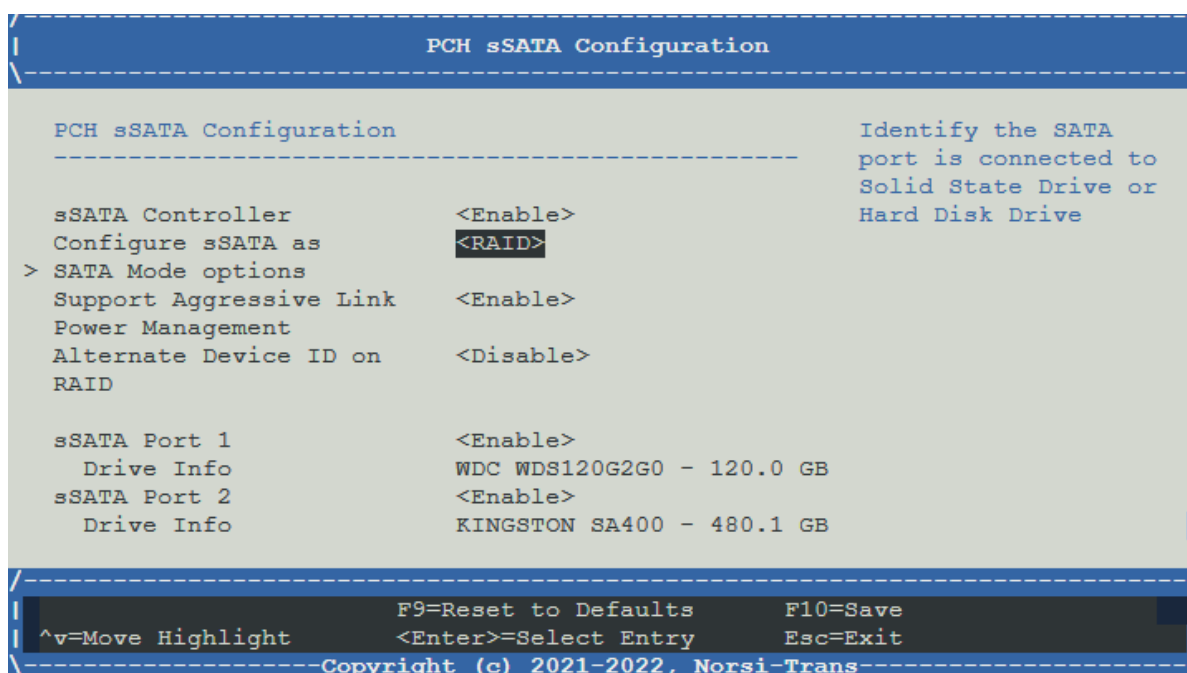

Рис. 59. Меню PCH sSATA Configuration
- 2) Перейдите во вкладку «PCH sSATA Configuration» и установите «sSATA Controller» в состояние <Enable>. Окно показано на рис. 59 Меню PCH sSATA Configuration.